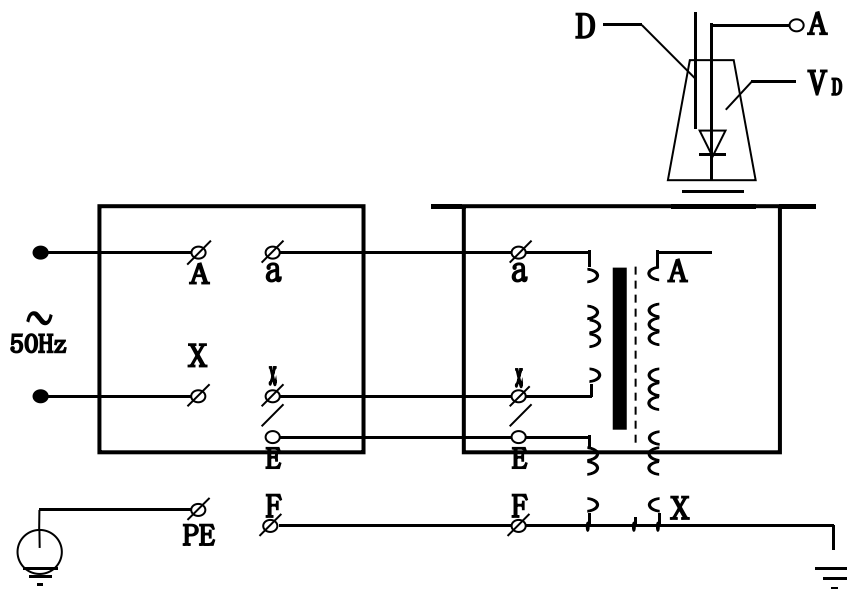

图 4：单台交直流试验变压器原理图
2、单台 YD 系列试验变压器的工作原理图见图 4，图中高压套管中装有高压硅堆，串接在高压回路中作半波整流，以获得直流高电压。当用一短路杆将高压硅堆短接时，可获得工频高电压，作为交流输出状态；取消短路杆时，作为直流输出状态。